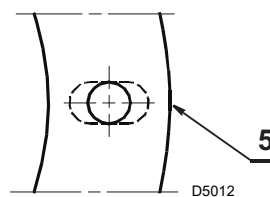

Рис. 9
- если необходимо, расширьте отверстия изоляционного экрана (Рис. 9), стараясь не повредить его.